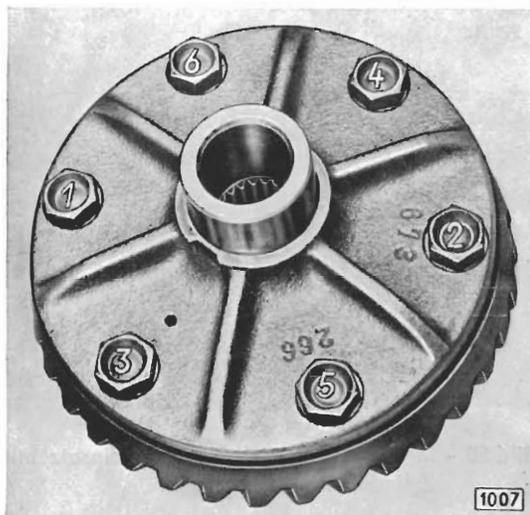

Bild 87 - Reihenfolge für das Anziehen der Sechskant- bzw. Zwölfkant-Schaftschrauben des Tellerrades an das Ausgleichgehäuse
1. Tellerrad an Ausgleichgehäuse mit Zwölfkant- bzw. Sechskant-Schaftschrauben – ohne Federringe – kreuzweise leicht beiziehen und nach der in Bild 87 angegebenen Reihenfolge festziehen. Dabei Zwölfkant-Schaftschrauben M 9 auf ein Drehmoment